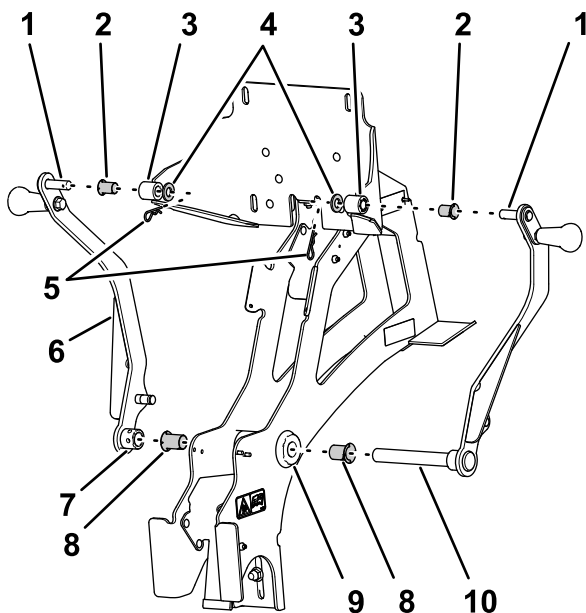

Figura 16
1. Introduzca un casquillo con brida (3/4" D.I.) en cada extremo del tubo de pivote del bastidor principal (Figura 16).
2. Introduzca un casquillo con brida (1/2" D.I.) en los cubos izquierdo y derecho de la chapa trasera (Figura 16).
bridas en el lado derecho del tubo de giro y el pivote (Figura 16).
4. Instale el pasador de giro superior del brazo de sujeción de la derecha a través del cubo derecho de la chapa trasera (Figura 16).
5. Sujete el pasador de giro superior a la chapa trasera con una arandela (1/2") y una chaveta (Figura 16).
6. Instale el cubo del brazo de sujeción izquierdo sobre el extremo del pasador de giro inferior del brazo de sujeción de la derecha que sobresale a la izquierda del casquillo con bridas de la izquierda en el tubo de giro (Figura 16).
7. Instale el pasador de giro superior del brazo de sujeción de la izquierda a través del cubo izquierdo de la chapa trasera (Figura 16).
8. Sujete el pasador de giro superior del brazo de sujeción de la izquierda a la chapa trasera con una arandela (1/2") y una chaveta (Figura 16).